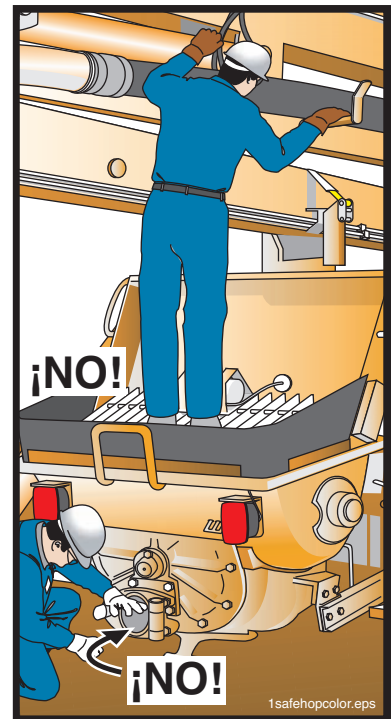

Figura 55
10.3 **⚠️ ADVERTENCIA** ¡Peligro de aplastamiento y de amputación! **¡Nunca ponga las manos ni ninguna otra parte del cuerpo dentro de la válvula de concreto!** En vez, utilice chorros de agua y el rastrillo provisto (Figura 55).
10.4 **⚠️ ADVERTENCIA** **Nunca ponga las manos ni cualquier otra parte del cuerpo dentro de la máquina cuando el sistema hidráulico esté en funcionamiento.** Si debe quitar la rejilla para romper el concreto seco, primero deberá desactivar el sistema sacando de la marcha la transmisión y bloqueando la puerta de la cabina, o deteniendo el motor, aliviando la presión del circuito del acumulador (si tiene uno) y trabando los controles contra el funcionamiento involuntario. Instale nuevamente la rejilla antes de volver a poner en funcionamiento el motor (Figura 55).